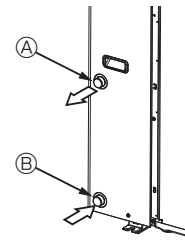

Fig. 4-1
### 4.1. Waterleidingverbinding (Fig. 4-1)
- De positie van de inlaat- en uitlaatbuizen wordt getoond in Fig. 4-1.
[Fig. 4-1]